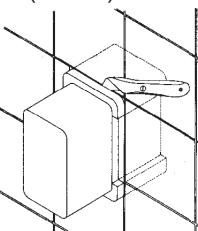

Abb. 2
5. Hartschaumverpackung erst wieder entfernen, wenn der Raum fertig verputzt und verfliesst ist. Hierzu überstehenden Teil der Hartschaumverpackung wegschneiden (Abb. 2).